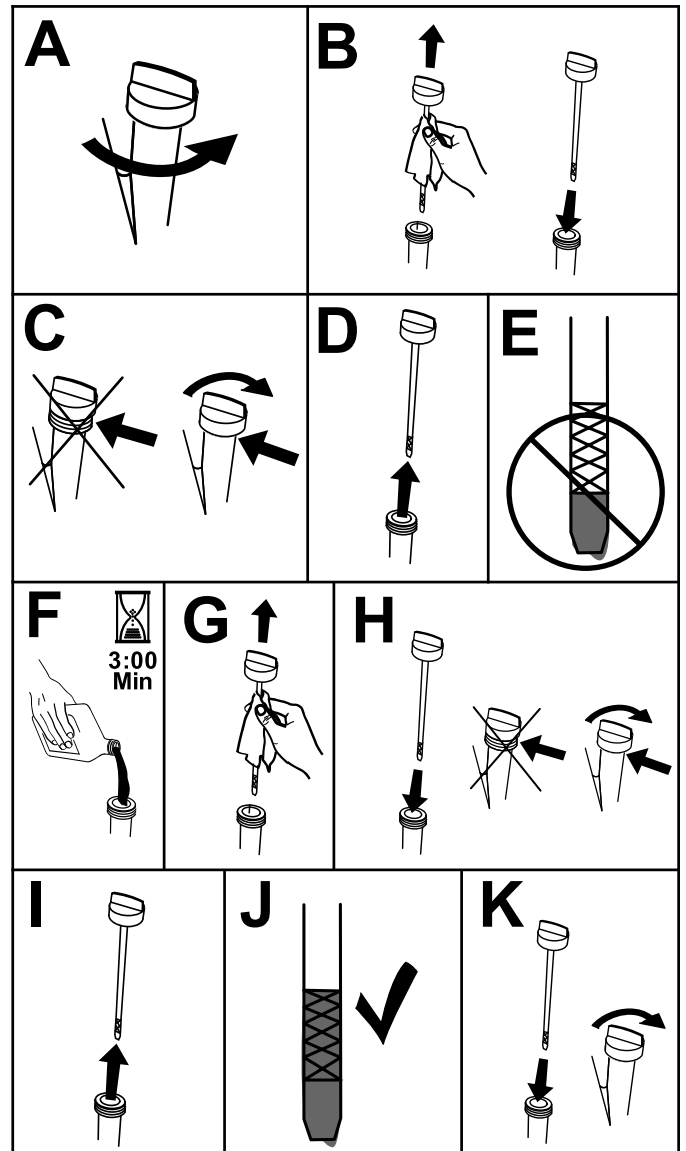

Figure 68
- Contrôlez le niveau d'huile moteur, comme montré à la Figure 68.